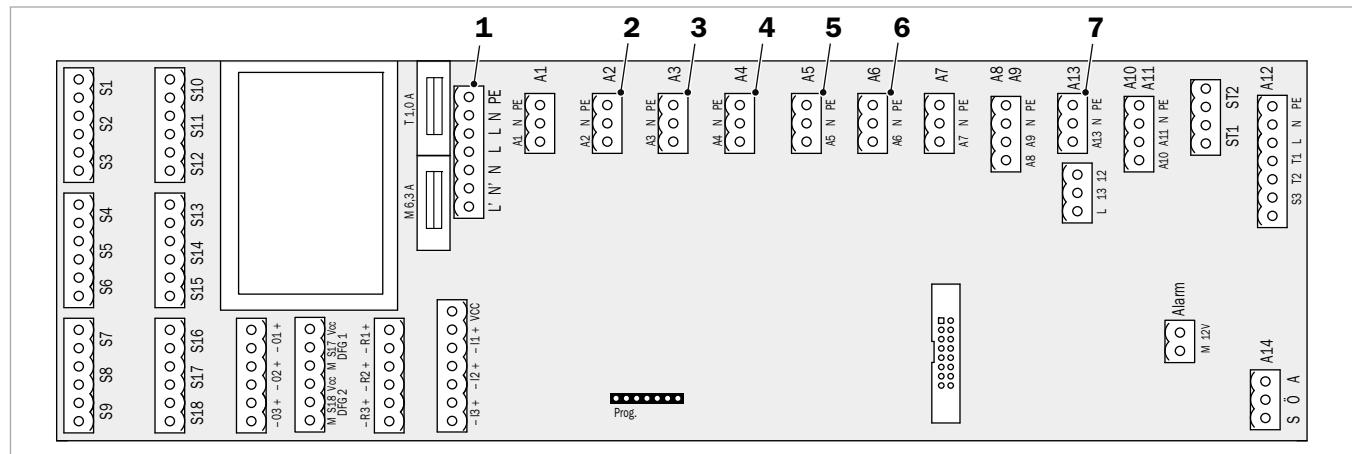

Abb. 2: Netzbaugruppe
- Stecker von (1) der Netzbaugruppe (→ Abb. 2) abziehen und an (1) des Notfall-Kabelbaums stecken.